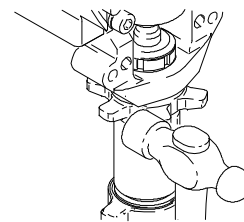

Fig. 17
6. Fig. 17. Lossa låsmuttern med bestämda slag med en (maximalt) 567 g hammare. Skruva loss pumpen.